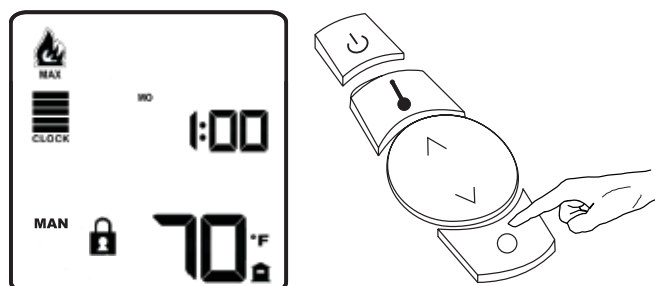

Figure 15
1. Pour activer le verrouillage du clavier, maintenir enfoncé le bouton des menus, le symbole de verrouillage  apparaîtra sur l'écran pour confirmer le verrouillage du clavier. **Voir Figure 15.**